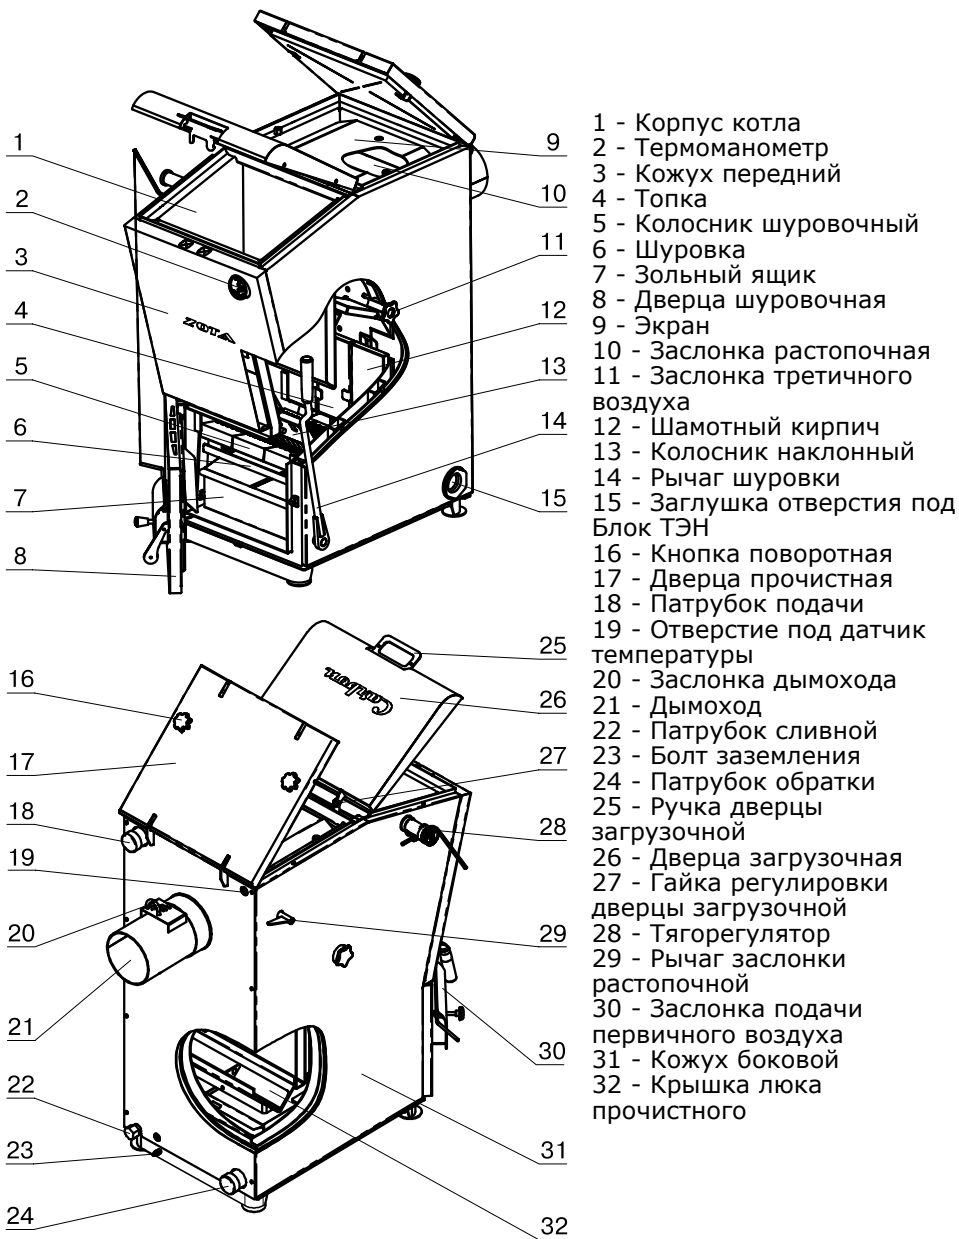

Рис.1 Конструкция отопительного котла
4.5.10. Эксплуатация котла без зольного ящика (Рис.1, поз.7).
4.5.13. Эксплуатировать котел при неполном заполнении системы отопления водой и с открытыми дверцами (поз.8; 17; 26) (см. Рис.1).
5.1. Котел (Рис.1) состоит из корпуса (поз.1), топки (поз.4), системы газоходов, дымохода (поз.21).
- Откройте прочистную дверцу (Рис.1, поз.17) и уберите экран (Рис.1, поз.9);
5.9. Проверьте установку крышки люка прочистного (Рис.1, поз.32). Крышка должна лежать на прочистном окне плотно, без зазоров. Доступ к крышке люка производится через газоходный канал при открытой прочистной дверце (поз.17) и снятом экране (поз.9).
Внимание! Неправильная установка крышки люка прочистного (Рис.1. поз.32) приводит к прогоранию и деформации водонехохлаждаемых поверхностей котла. В случаи нарушений условий эксплуатации котла, рекламации не принимаются.